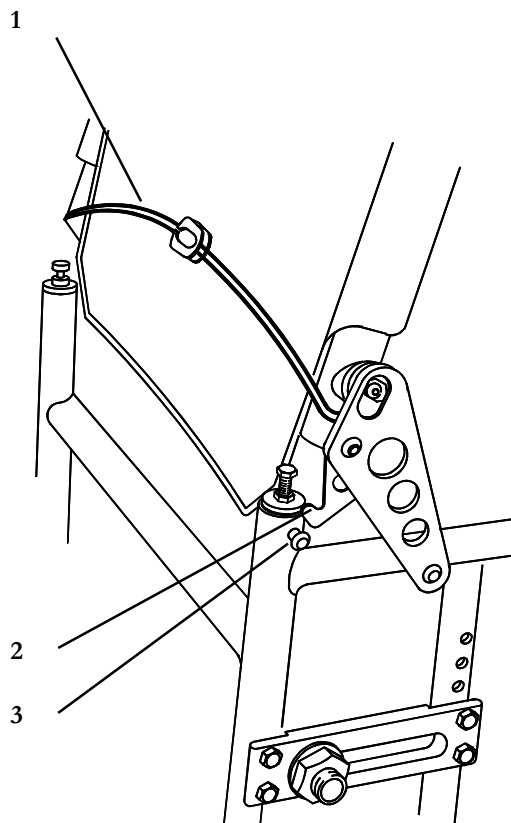

Fig. 17
Dra båndet oppover (1) til låsespakene (2) løser ut. Legge ned ryggen (Fig. 17).